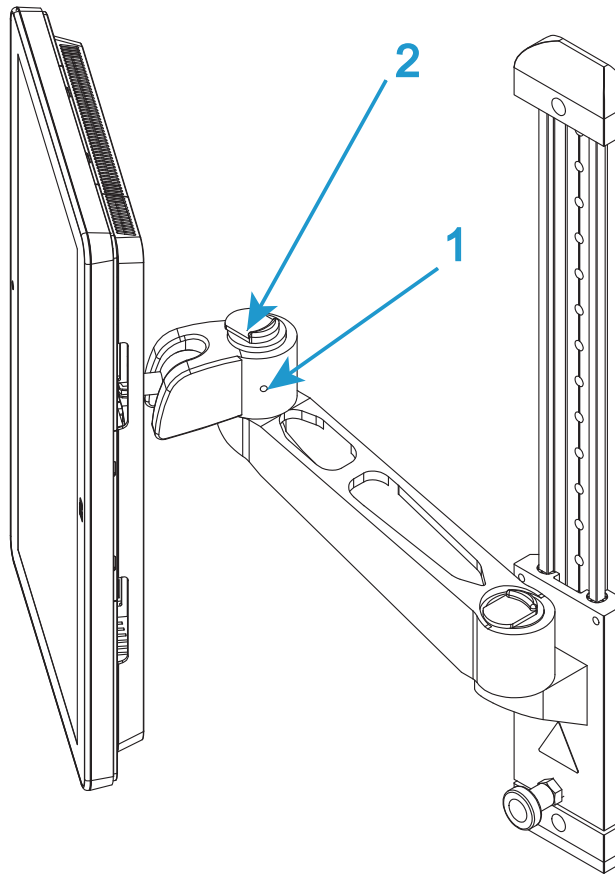
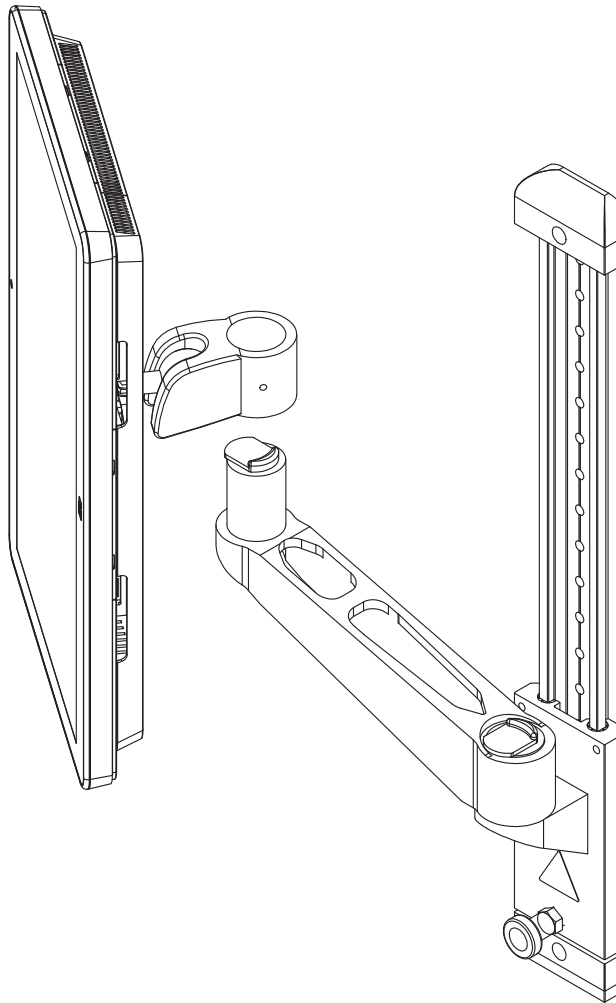

Abbildung 12. Montagearm
Abbildung 13. Zum Entfernen anheben
3. Wenn erforderlich, lösen Sie den Gewindestift an der Seite des Ellbogen am Montagearm (1 in Abbildung 12 auf Seite 51).
4. Betätigen Sie den Entriegelungsmechanismus oben am Ellbogen (2 in Abbildung 12 auf Seite 51) und heben Sie den Bluehill® Bedienerdashboard vom Montagearm (Abbildung 13 auf Seite 52) ab.